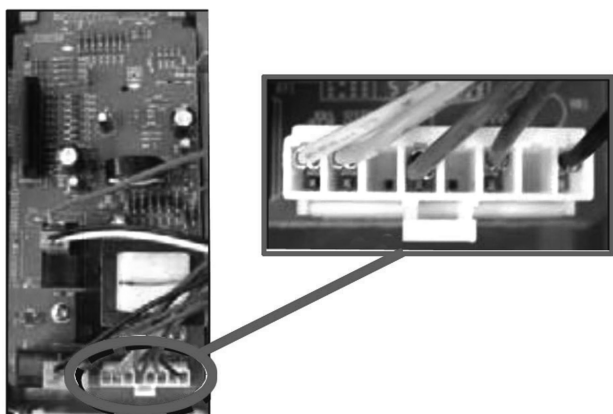

图 5-3 连接器
2) 若按键时无声音, 则检查连接器 (见图 5-3) 与 PCB 是否连接良好。